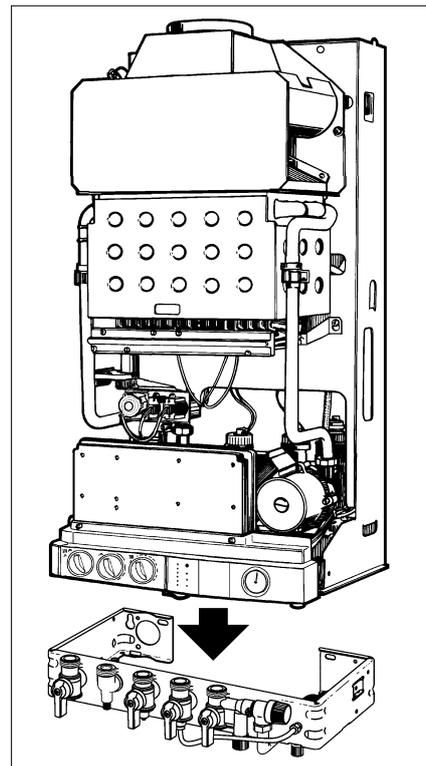

Fig. 10
Vérifier la présence du limiteur de débit «L» (fig. 10 a) sur l'entrée du robinet d'eau froide.
- Présenter la chaudière au dessus de la barrette, la laisser descendre en appui sur celle-ci (fig. 10).
- Mettre en place les différents joints, "**G**" (**caoutchouc**) **sur le gaz, plus le filtre eau "F" sur l'eau froide**, et serrer les raccords des tubes de liaison en commençant par le tube gaz (fig. 10 a).
Fig.10 a